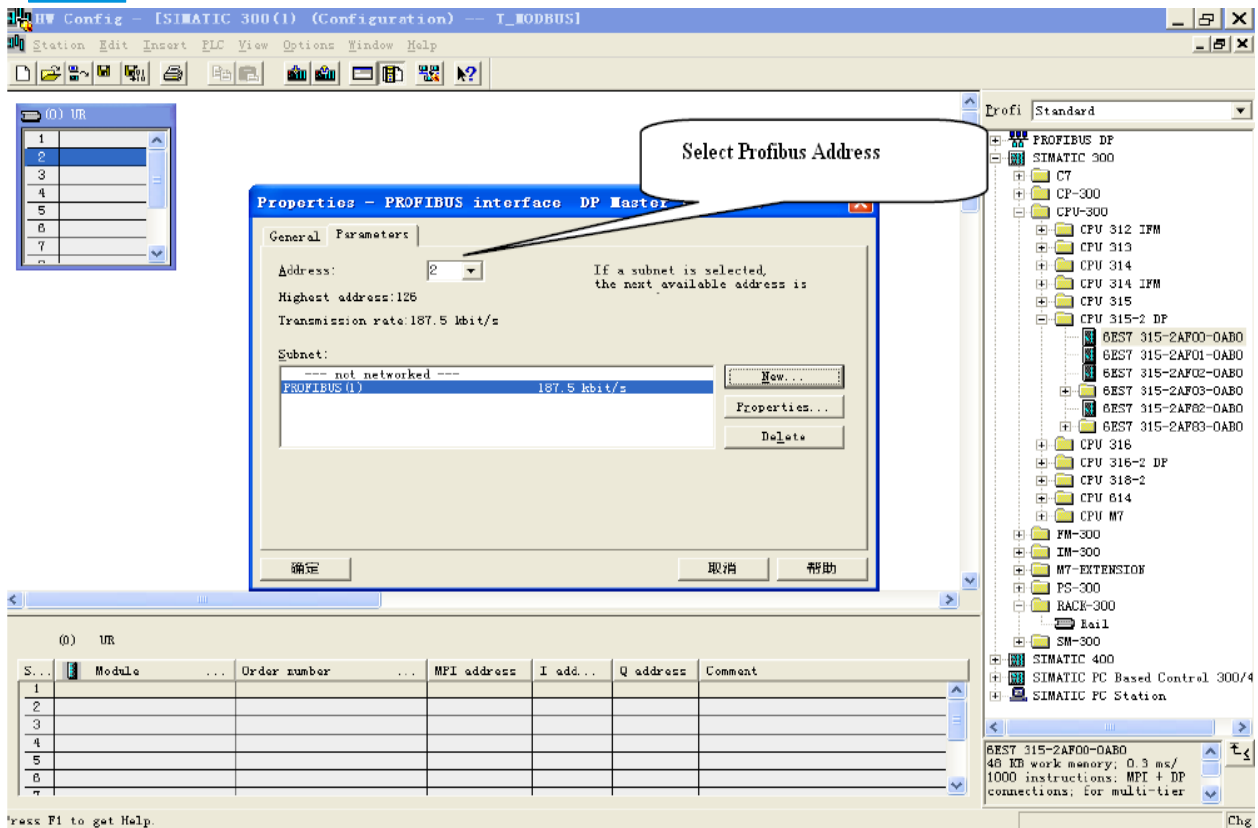

图 9
10. 选择 Profibus Master station 地址, 如图 9: